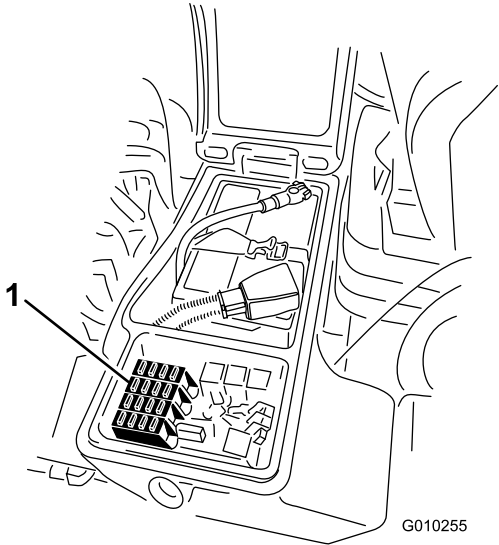

图48
1. 松开右储物盒盖的闩锁提起盒盖图47以露出保险丝盒图48。
2. 必要时更换开式保险丝图48。